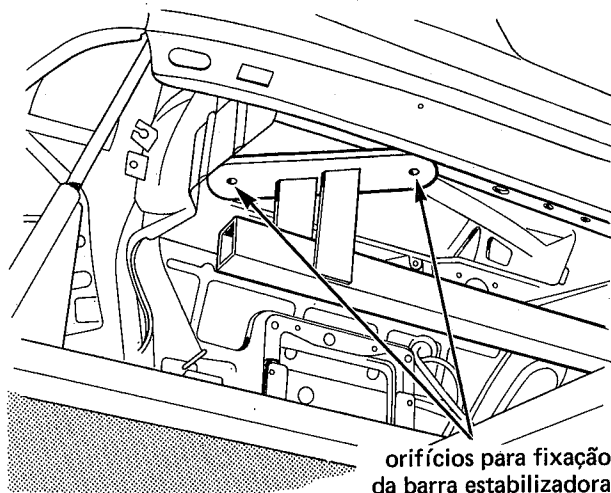

fig. 29
4. Instalar nos orifícios de fixação dos suportes da barra estabilizadora os parafusos respectivos (fig. 29). Caso isso não seja possível, instalar os pinos de tolerância 44-001-A8. Se nem estes pinos puderem ser instalados é sinal que a carroceria sofreu deformações acima dos limites de tolerância especificados